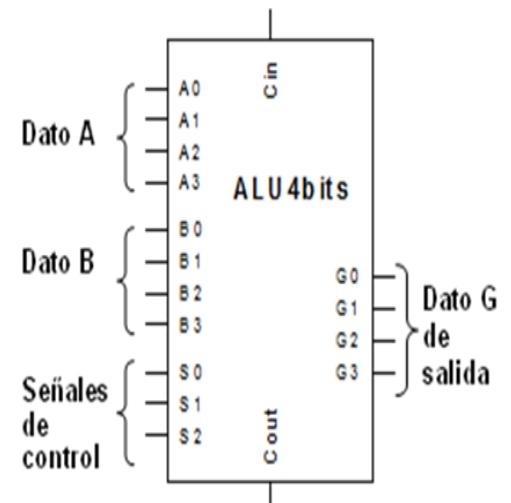

Figura 3.1: Operaciones que realiza la ALU. Esquema general de entradas y salidas.
Se pretende analizar, realizar y verificar, utilizando un simulador lógico, una Unidad Aritmético-Lógica (ALU) que sea capaz de operar con 2 datos A y B de 4 bits. Esta ALU proporcionará las operaciones aritméticas y lógicas indicadas en la *Figura 3.1*. Cada operación se seleccionará según el valor que tomen (1 ó 0) unas señales de control S₂, S₁, S₀ y un acarreo de entrada C_{in}.
1.1. Analice teóricamente los esquemáticos de los circuitos y etapas de la ALU mostradas en las Figuras 3.2, 3.3 y 3.4. Deduzca, razonadamente, para qué combinaciones de las señales de control S_2, S_1, S_0 y valor de C_{in} se realiza cada una de las operaciones indicadas en la Figura 3.1. El resultado indíquelo en la columna de la Tabla 3.1 correspondiente a “Operaciones de la ALU deducidas Teóricamente”.
3. En el Laboratorio, introduzca los ejemplos, deducidos teóricamente en el apartado (1.2), en el circuito de prueba y **deduzca experimentalmente** los valores de las señales de control S_2, S_1, S_0 y valor de C_{in} correspondiente a cada una de las operaciones indicadas en la *Figura 3.1* y **rellene la última columna** de la *Tabla 3.1*. Compruebe que los resultados obtenidos experimentalmente coinciden con los obtenidos en el apartado 1.2.